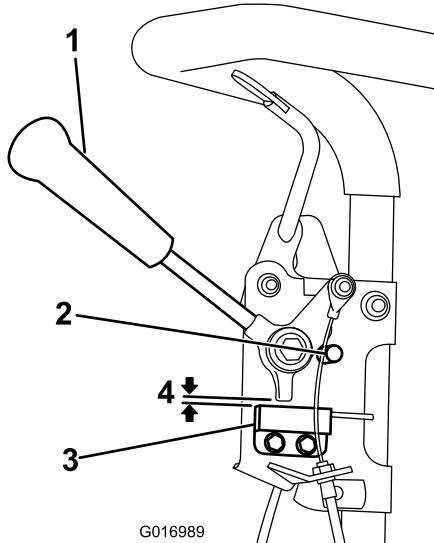

Рисунок 33
- Убедитесь в том, что двигатель заглушен, а рычаг тяги отключен и опирается на упор нейтрали. (Рисунок 33).
- Выверните крепежные детали блокировочного выключателя (Рисунок 33).
- Поставьте регулировочную прокладку толщиной 0,812 мм (0,032 дюйма) между рычагом тяги и блокировочным выключателем (Рисунок 33).